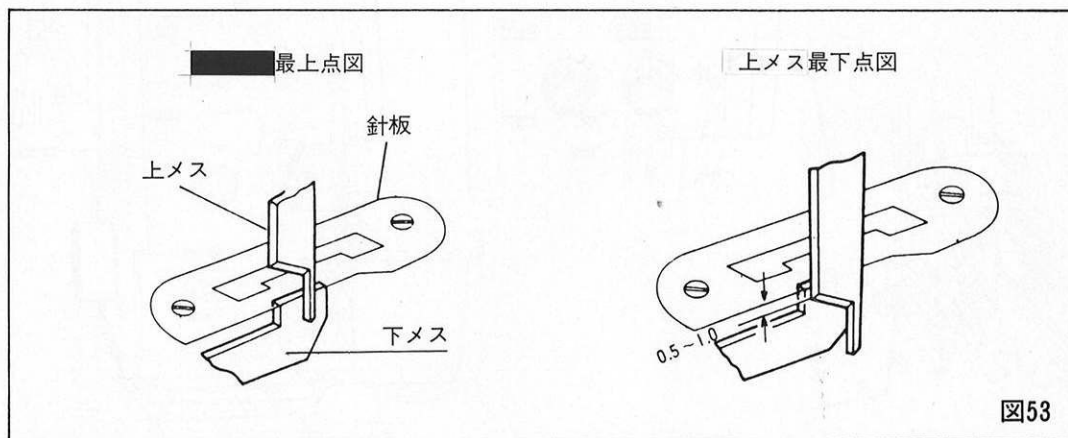

図53
- はずみ車を廻らし、上メスを最下点の位置にする。(図53)
- 新しい上メスをネジで取付ける。この時、上メスの刃先が下メスに対して、約1ミリかみ合うように取付ける。(図53) 上メスの取付けは、必ず上メス最下点の位置で行って下さい。